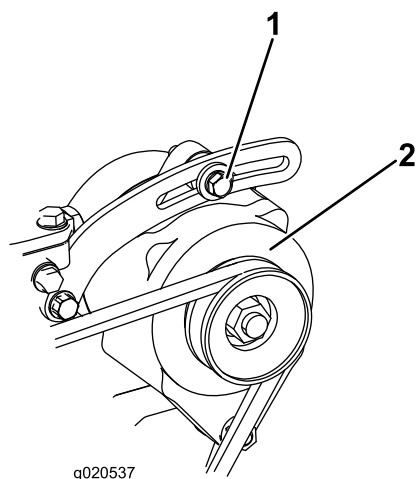

図 97
1. たわみが 10 mm でない場合には、オルタネータ取り付けボルトをゆるめる 図 97。